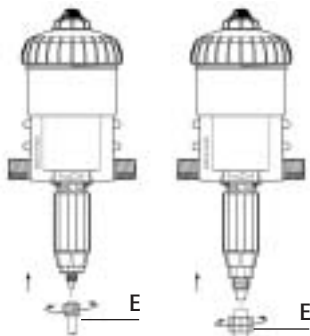

Fig. 9
- draai de slangwartelmoer (fig. 9-E) onder aan de zuigbuis los en schuif hem over de zuigslang.